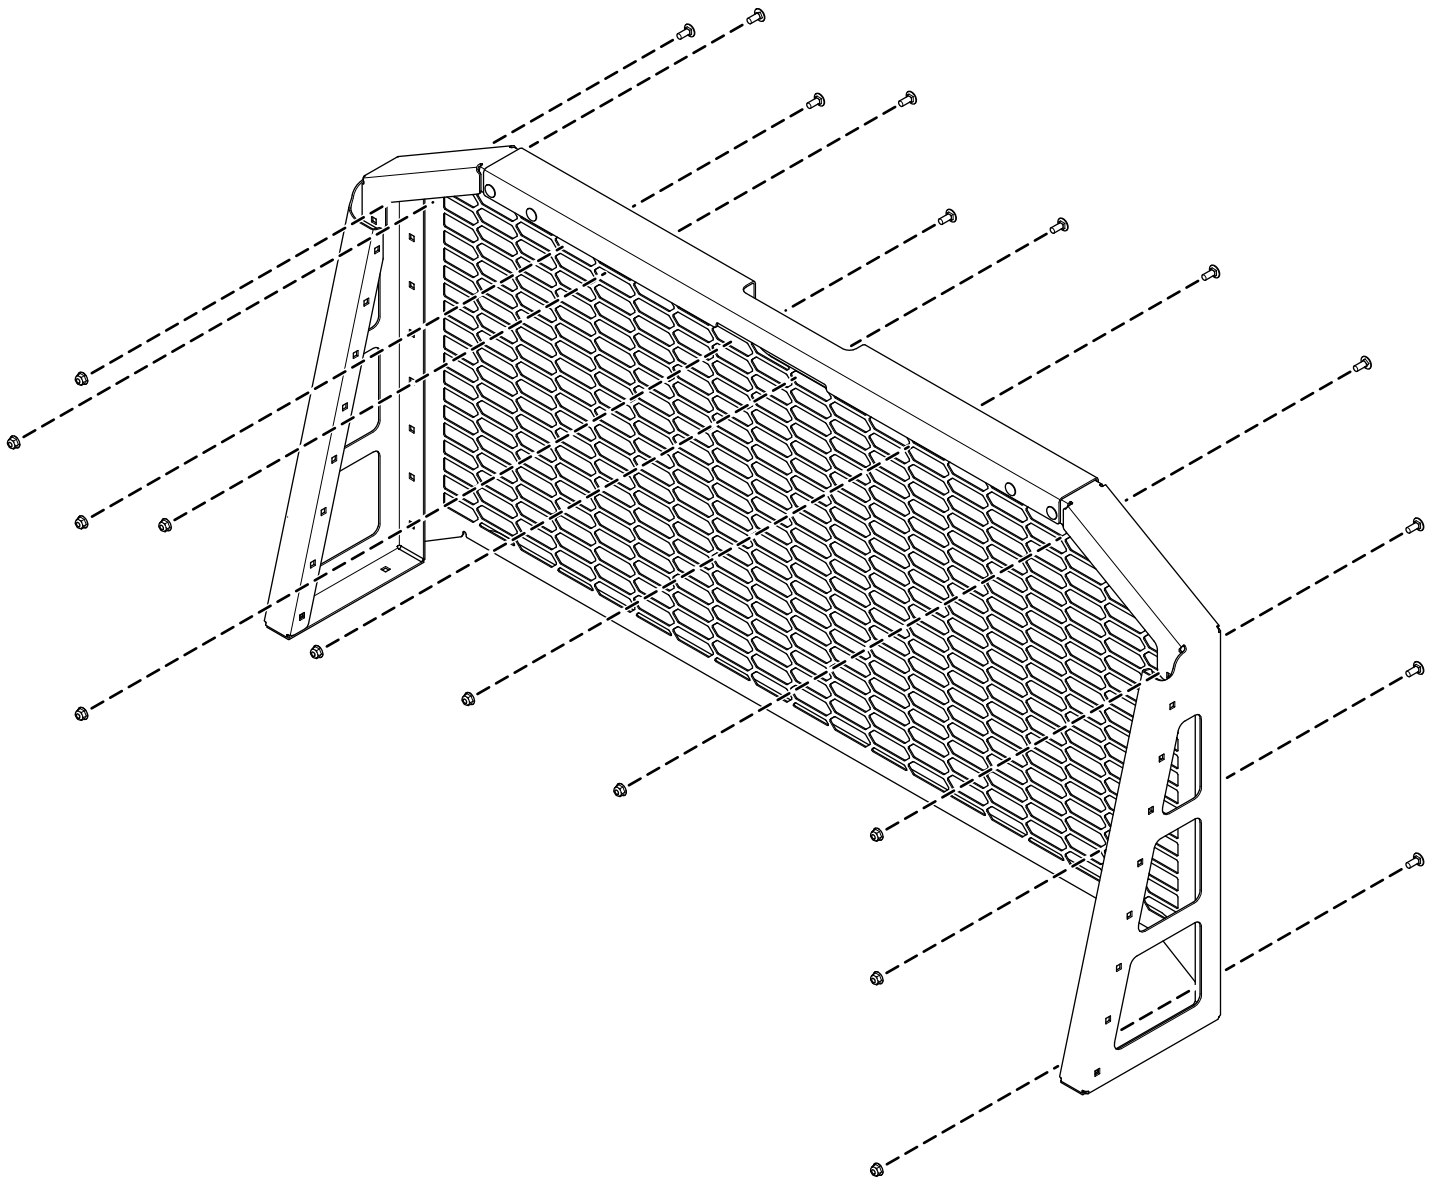

Bild 2
2. Befestigen Sie den Bildschirm an dem Regalrahmen mit 11 Schlossschrauben (5/16" x 3/4") und 11 Sicherungsmuttern (5/16"), wie in Bild 2 dargestellt.